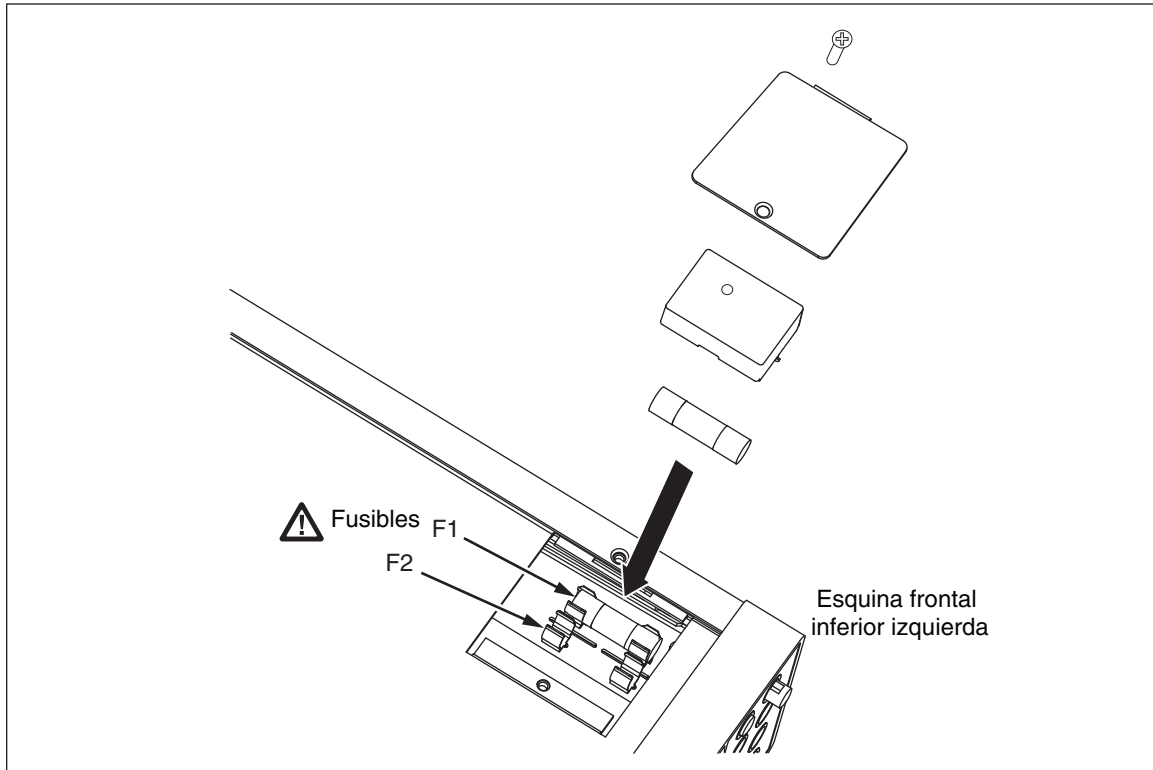

Figura 2-2. Reemplazo de los fusibles de entrada de corriente
3. Destornille el tornillo de retención en la puerta de acceso del fusible, tal como se indica en la figura 2-2.